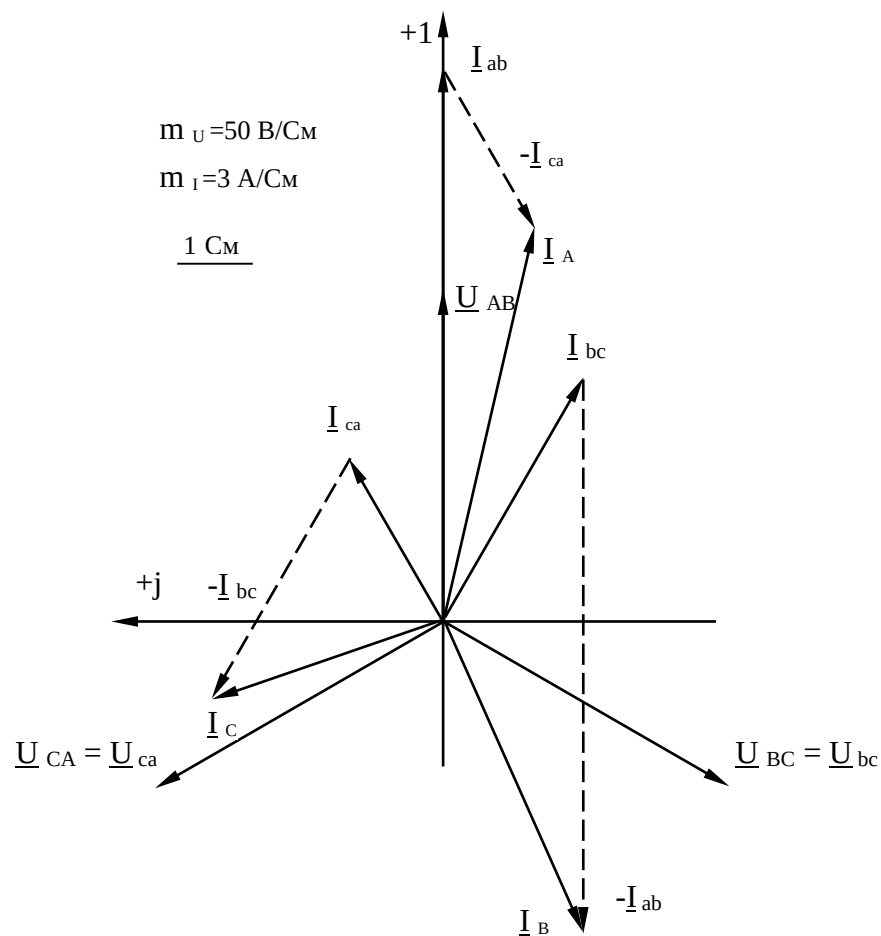

Рисунок 3.9
5. По результатам расчетов строим векторную диаграмму токов и напряжений (рисунок 3.9).